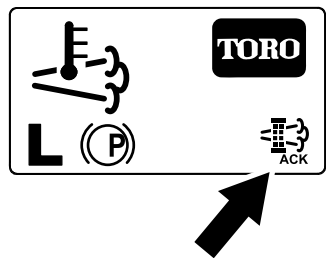

Figure 50
8. L'InfoCenter affiche l'écran d'accueil et l'icône de confirmation de la régénération (Figure 50) apparaît en bas à droite de l'écran pendant le processus de régénération.